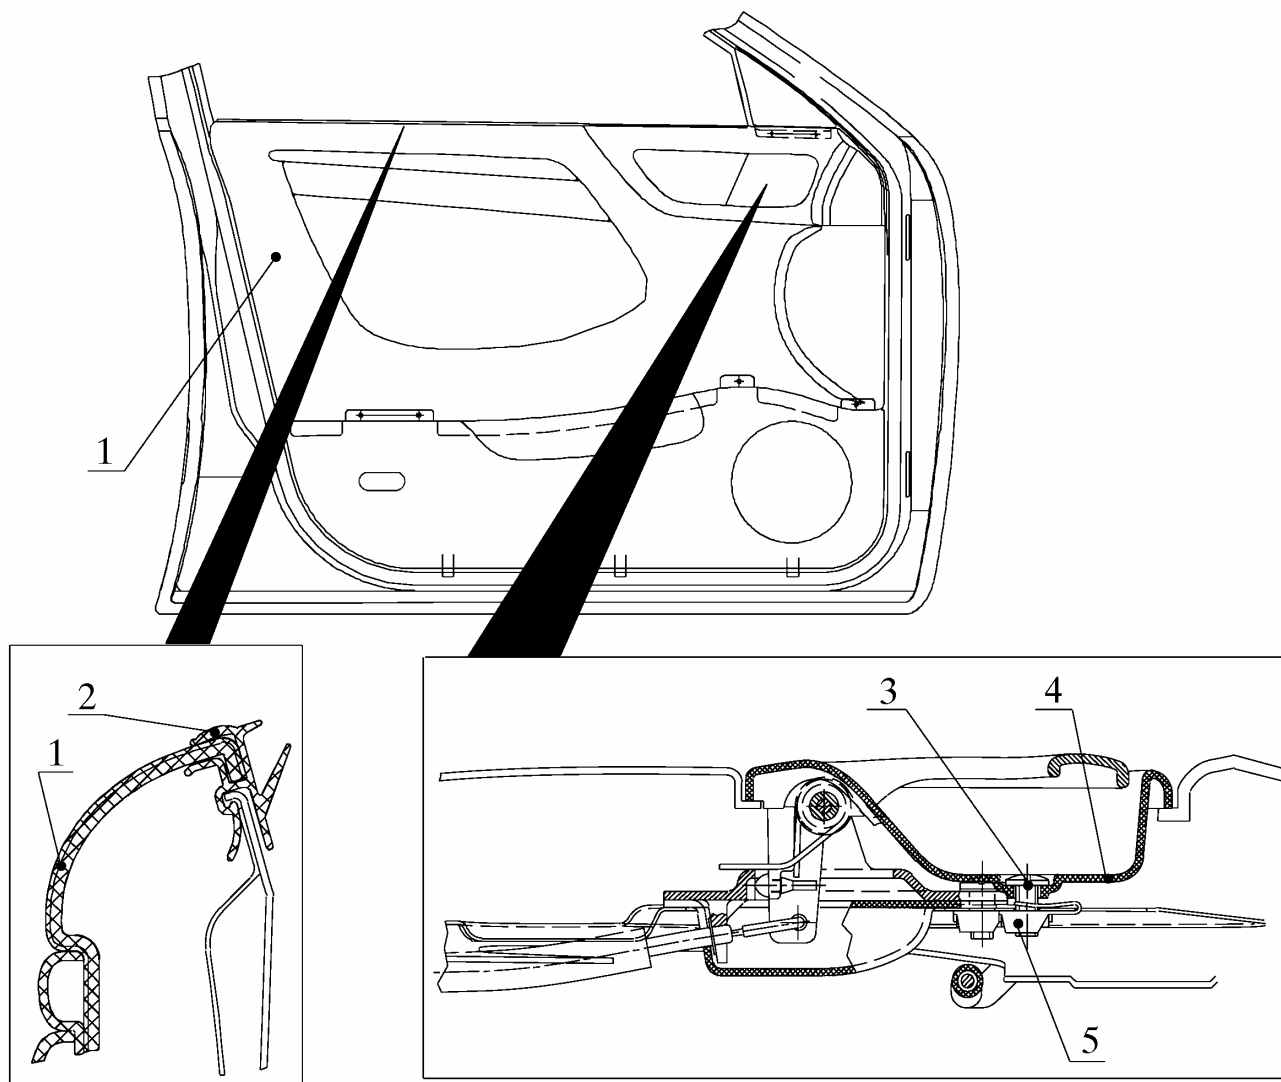

Рис. 11. Снятие розетки внутреннего привода и обивки передней двери:
4.1.1.4. Снять розетку 4 левую (рис. 11) внутреннего привода, отвинтив винт 3 и сняв гайкодержатель 5 с гайкой